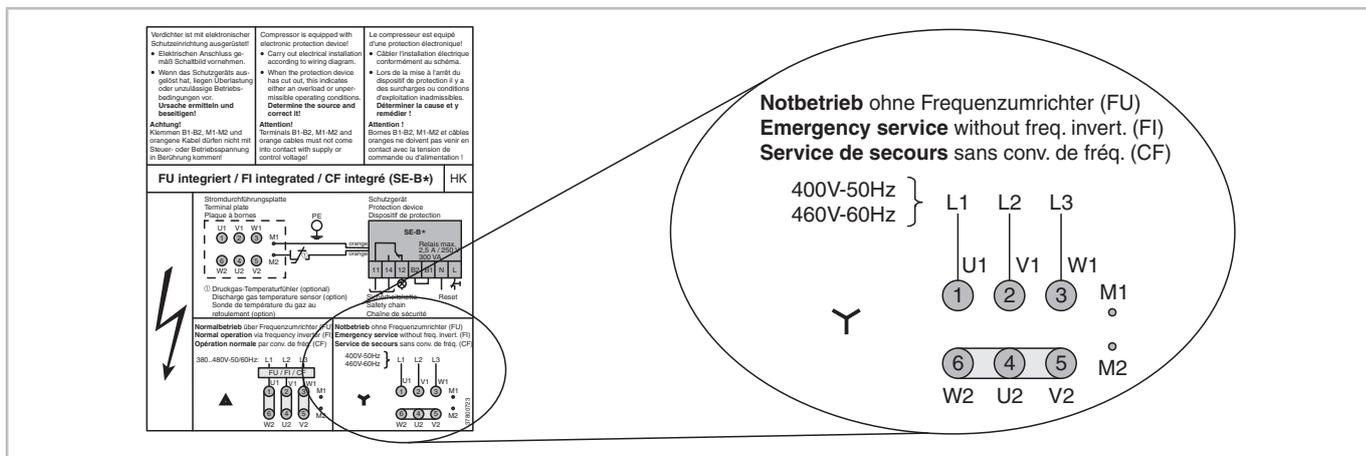

Fig. 12: Autocollant dans la boîte de raccordement des compresseurs avec .F1 (fonctionnement en mode de secours)
Raccorder le compresseur directement à l'alimentation en tension (voir figure 12, page 49)
- ▶ Un schéma de raccordement pour le mode de secours du compresseur se trouve dans le couvercle de la boîte de raccordement du compresseur (voir figure 12, page 49).
- Ponter la borne à tige W2/U2/V2 du bornier du moteur (voir figure 12, page 49).